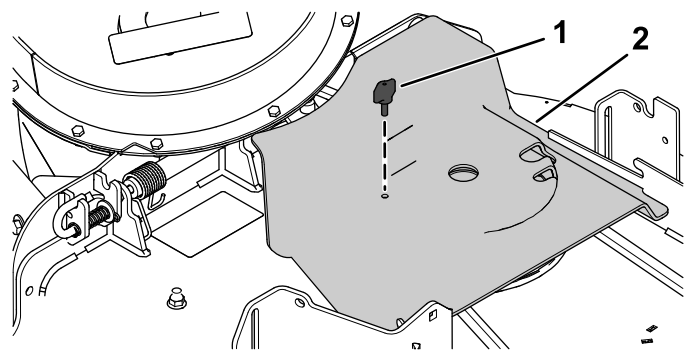

Figura 31
- Instale la cubierta de la correa del soplador sobre la correa, y sujete la cubierta con el pomo (Figura 31).